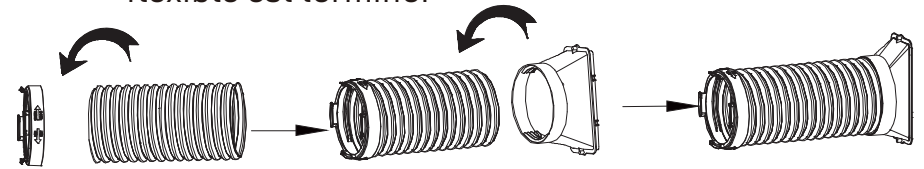

Fig.1
1. Installation du tuyau d'évacuation flexible (représenté Fig.1).